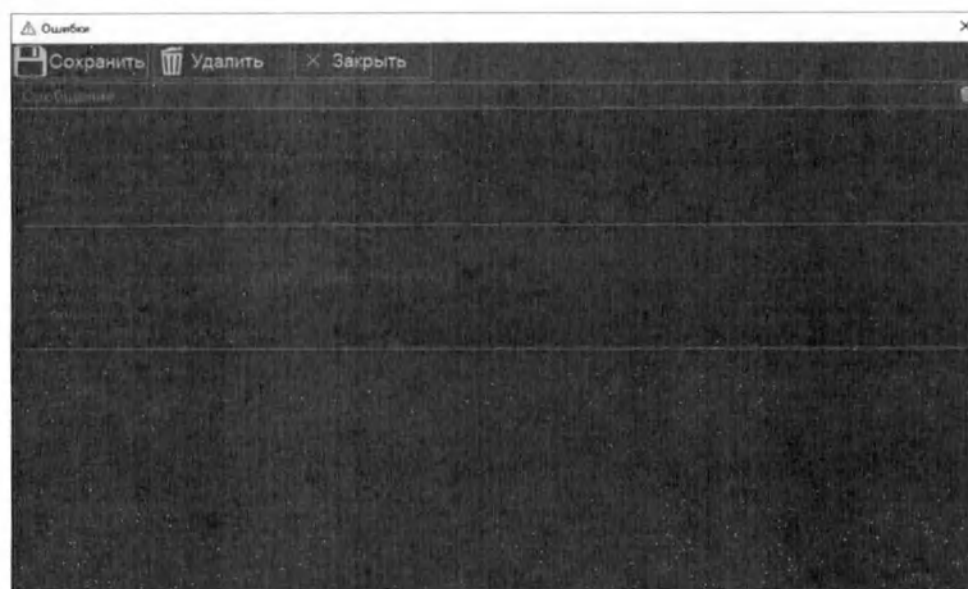

Рис. 170 Внешний вид окна "Ошибки"
- Открыть окно ошибок и нажать кнопку «Сохранить» (Рис. 170 Внешний вид окна "Ошибки"). Далее